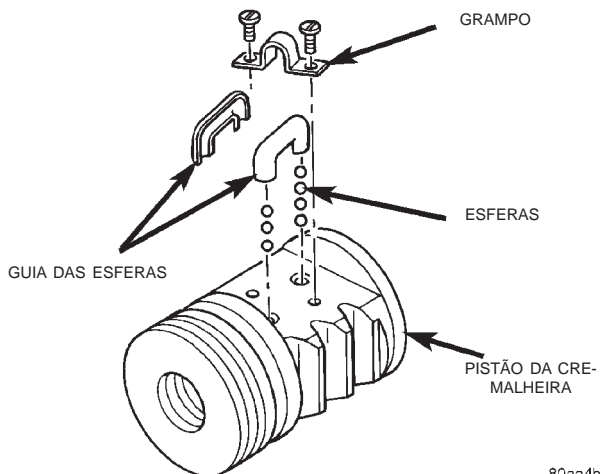

Fig. 19 Pistão da Cremalheira
(7) Remova o pistão da cremalheira e a ferramenta em conjunto da carcaça.
(8) Remova a ferramenta do pistão da cremalheira.
(9) Remova as esferas do pistão da cremalheira.
(10) Remova os parafusos dos grampos, os grampos e o guia das esferas. (Fig. 19).